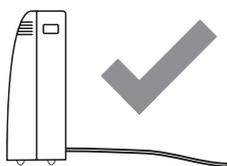

Рис. 21
**ВНИМАНИЕ: Пожалуйста, убедитесь, что высота сливного шланга расположена не выше высоты сливного отверстия, иначе резервуар для воды не будет опустошаться. (Рис. 21 и 22)**